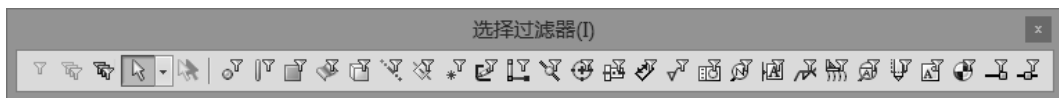

图 1-15 “选择过滤器”工具栏
- **选择过滤器：**使用“选择过滤器”可以选择模型中的特定项，如使用“过滤边线”模式时，将只能选取边线。可右键单击工具栏空白处，选择“选择过滤器”菜单，打开“选择过滤器”工具栏，如图 1-15 所示，也可按〈F5〉键将其打开。